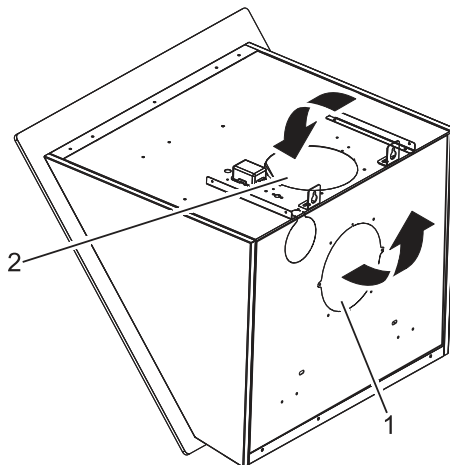

Abb. 15: Abluftführung durch die Rückwand installieren
2. ➔ Drücken Sie die Lochplatte in der Rückwand der Dunstabzugshaube heraus (Abb. 15/1).
4. ➔ Schrauben Sie die herausgedrückte Lochplatte mit 2 Schrauben auf die vorherige Luftauslassöffnung (Abb. 15/2).
Sollten Sie Fragen haben, wenden Sie sich an Ihren Fachmann oder den Kundendienst (Abb. 15).